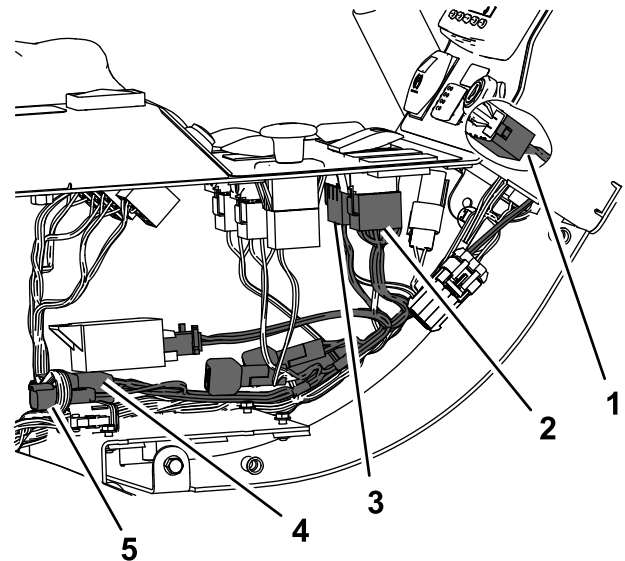

Figure 5
5. Branchez le nouveau faisceau de câblage sur l'interrupteur des feux de détresse, le commutateur des clignotants et l'interrupteur de frein auxiliaire (Figure 5).
6. Branchez le faisceau de câblage au faisceau de câblage principal de la machine dans la console (Figure 5).